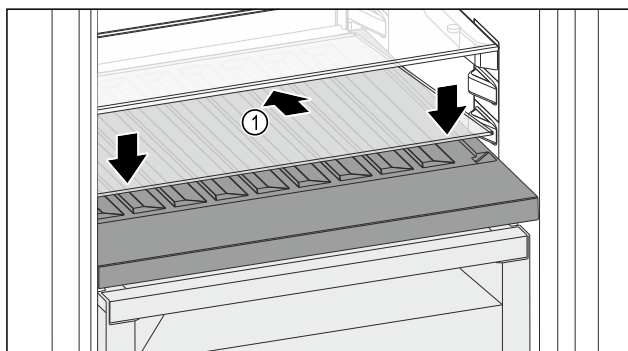

Fig. 80
- ▶ Așezați placa de sticlă Fig. 80 (1) oblic și spre spate înclinată în jos.
- ▶ Coborâți în față placa de sticlă Fig. 80 (1).